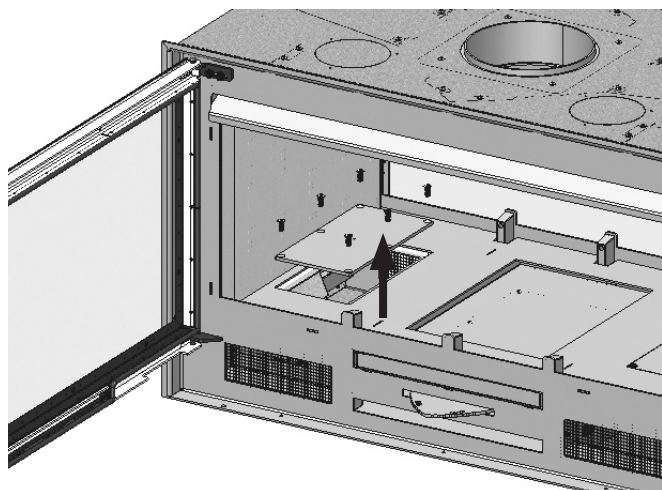

FIG. 4
2. Svitare le viti dai coperchi laterali situati sotto il fondo che danno accesso ai ventilatori. (Fig. 4)